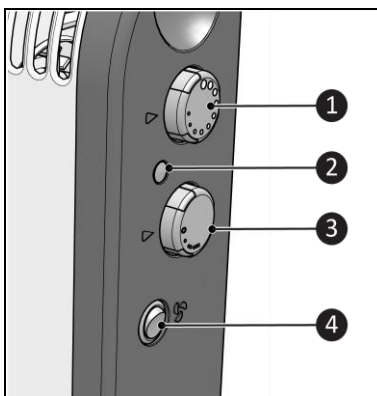

Figura 8
1. Rotiți butonul de alimentare (Figura 8, poz. 3) în poziția dorită:
2. Rotiți butonul termostatlui (Figura 8, poz. 1) spre maxim. Lumina de veghe (Figura 8, poz. 2) se va aprinde.
3. Când s-a atins temperatura ambiantă dorită, rotiți încet butonul termostatlui (Figura 8, poz. 1) în sens invers acelor de ceasornic, până când auziți un clic. Termostatul va menține temperatura actuală prin pornirea și oprirea radiatorului.
4. Pentru o distribuție mai rapidă și mai bună a căldurii, porniți ventilatorul (Figura 8, poz. 4).
5. Dacă este necesar, rotiți butonul de alimentare (Figura 8, poz. 3) pentru o putere mai mare sau mai mică.
6. Dacă este necesar, rotiți butonul termostatlui (Figura 8, poz. 1) pentru o temperatură mai mare sau mai mică.
1. Setati butonul termostatlui (Figura 8, poz. 1) în poziția „maxim”.
2. Lăsați butonul de alimentare (Figura 8, poz. 3) în poziția OFF (OPRIT).
3. Porniți ventilatorul (Figura 8, poz. 4).
1. Asigurați-vă că butonul de alimentare este în poziția OFF (Figura 8, poz. 3).
2. Asigurați-vă că întrerupătorul ventilatorului este în poziția OFF (O) (Figura 8, poz. 4).